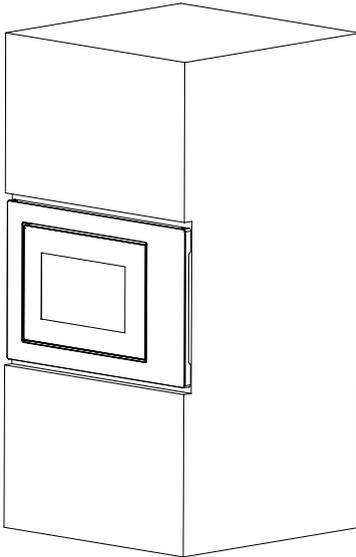

Abb.2
b) Schieben Sie den Mikrowellenherd ganz hinein. (Abb.2)